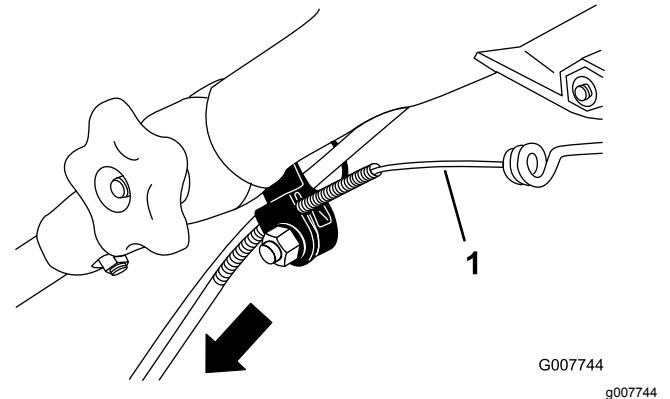

図 47
3. ケーブルを覆っているジャケットを下に引いて、露出しているケーブル部分をピンと張る 図 47。